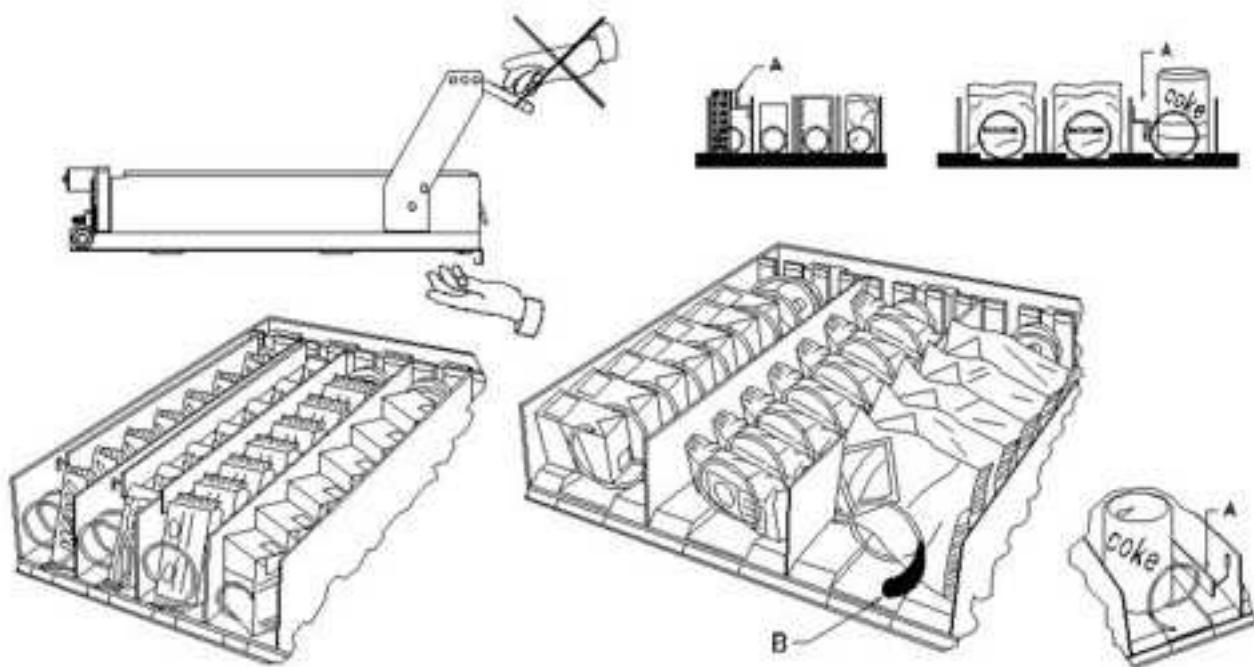

fig. 3
7.2 TRENNWÄNDE FÜR PRODUKTE IN DEN SCHUBLÄDEN (fig. 3)
7.3 AUSSTOßER FÜR PRODUKTE (fig. 3)